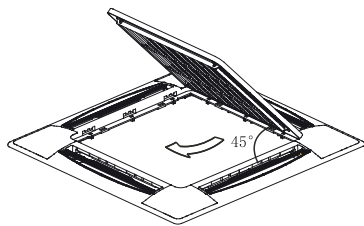

Рисунок 4-11
- Поверните решетку на угол 45 градусов и снимите ее. (См. рис. 4-11).